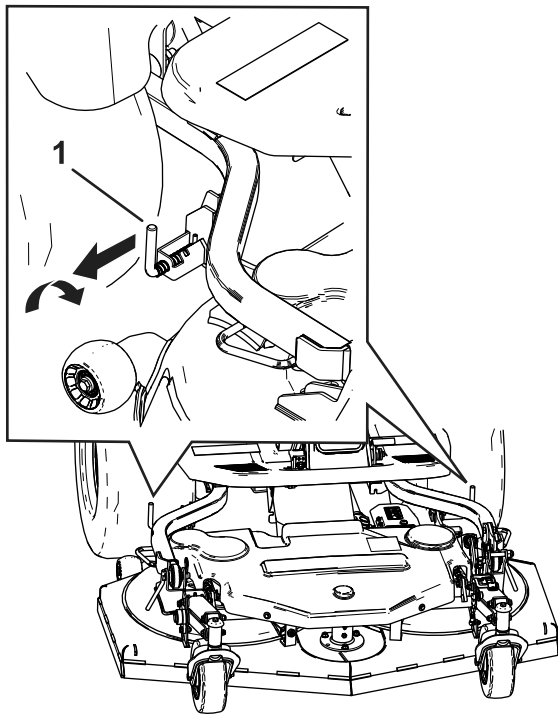

Figura 86
11. Confirme y asegúrese de que los pasadores de cierre traseros estén enganchados (Figura 86).
3. Antes de bajar la unidad de corte, tire y gire de los pasadores de enlace traseros a ambos lados de la unidad de corte (Figura 86).